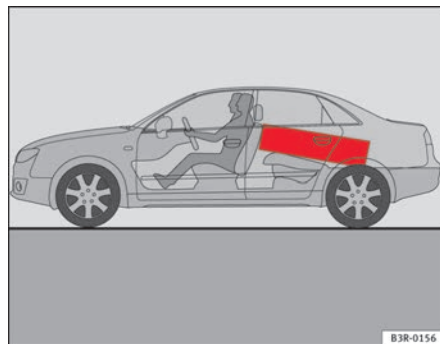

Fig. 114 Sistemare i carichi pesanti quanto più possibile in avanti.
- Sistemare i carichi pesanti quanto più possibile in avanti ⇒ fig. 114.